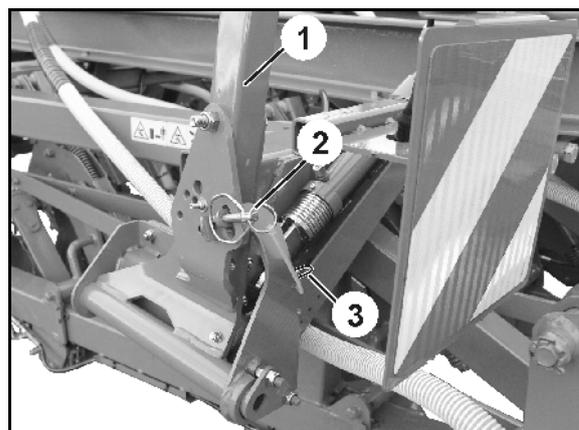

Fig. 64
Avant d'emprunter les voies publiques et privées, il est obligatoire de bloquer les traceurs (Fig. 64/1) avec des goupilles (Fig. 64/2) pour éviter tout abaissement intempestif.
1. Maintenez fermement les bras des traceurs (Fig. 64/1) et retirez les goupilles (Fig. 64/2).
2. Rangez les goupilles sur l'arceau (Fig. 64/3).